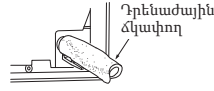

Fig. 4
5) Ամբողջությամբ մտցրեք դրենաժային ճկափողը դրենաժային տակդիրի մեջ ներքին բլոկի ետնամասի աջ հատվածում: (Fig. 4)